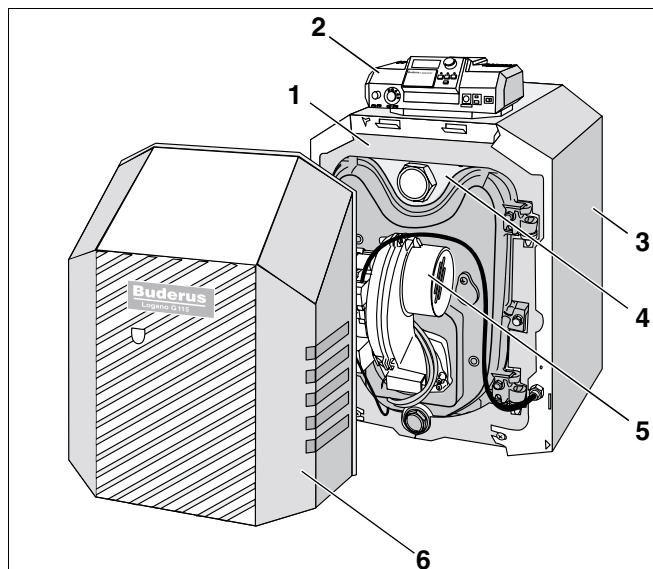
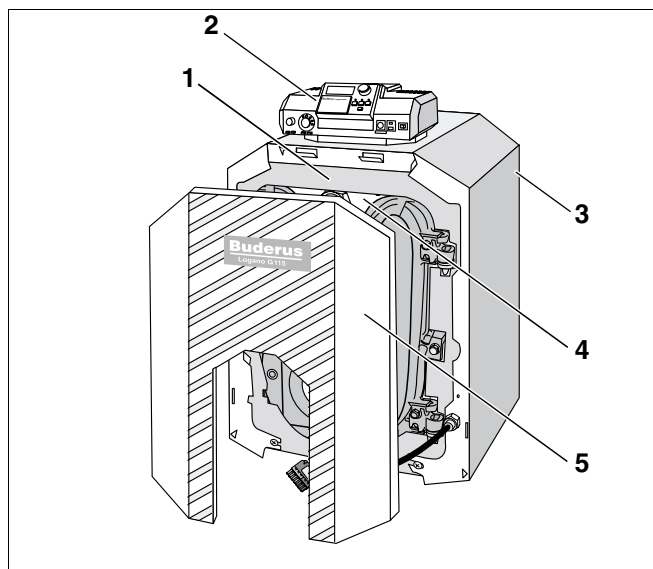

Fig. 1 Caldera especial a gasóleo / gas Logano G115 con quemador Logatop
Fig. 2 Caldera especial a gasóleo / gas Logano G115
La caldera especial a gasóleo / gas Logano G115 (fig. 1) viene equipada de fábrica con un quemador Logatop (fig. 1, **pos. 5**).
La caldera especial a gasóleo / gas Logano G115 (fig. 2) se equipa con un quemador adecuado para la caldera.
Los componentes especiales de la caldera especial a gasóleo / gas Logano G115 con quemador Logatop (fig. 1) y de la caldera especial a gasóleo / gas Logano G115 (fig. 2) son:
- Bloque de la caldera (fig. 1 y fig. 2, **pos. 4**) y quemador (fig. 1, **pos. 5**).
- Envoltente de la caldera (fig. 1 y fig. 2, **pos. 3**), aislamiento térmico (fig. 1 y fig. 2, **pos. 1**) y cubierta del quemador (fig. 1, **pos. 6**) o revestimiento de la puerta del quemador (fig. 2, **pos. 5**).
- Aparato regulador (fig. 1 y fig. 2, **pos. 2**).